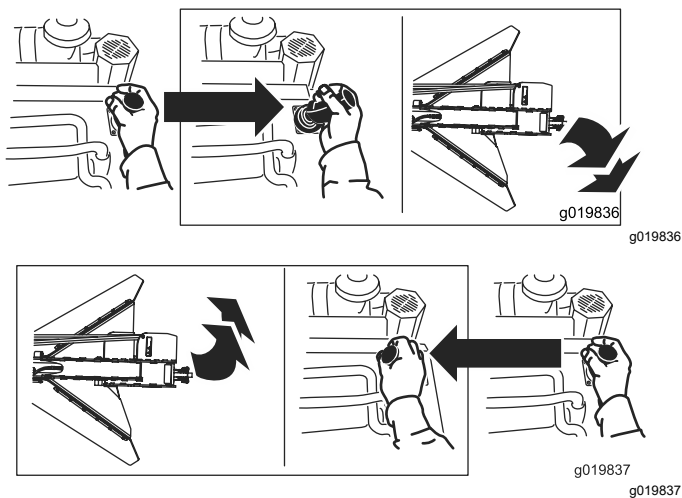

Figura 15
- Para girar la destoconadora a la derecha o a la izquierda, mueva la palanca en la dirección deseada (Figura 15).